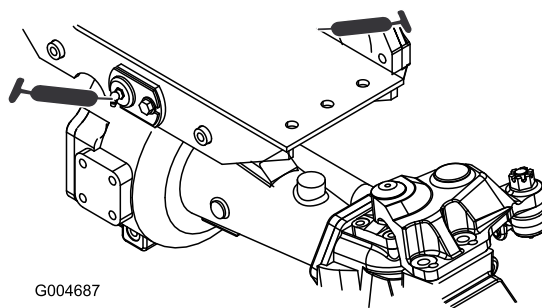

Figure 59
- 2 bagues de pivot d'essieux avant et arrière (Figure 59)